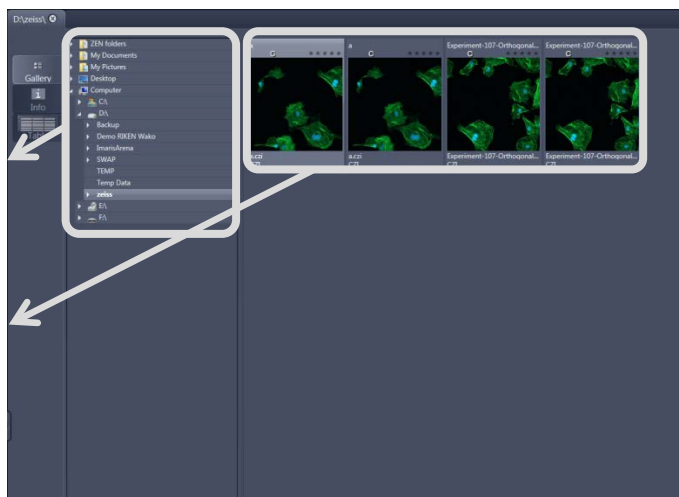

Fig.40 New File Browser 画面
- ② センタースクリーンエリアに **File Browser** が表示され、フォルダを選択すると、その中に保存されている画像ファイルがサムネイル表示されます (Fig. 40)。